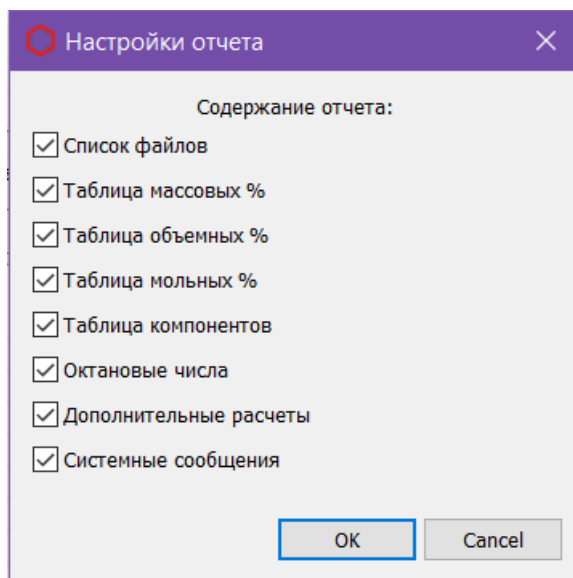

Рис. 7. Окно «Настройки отчёта»
1. В основном окне нажмите **Настройки отчёта**. Откроется окно *Настройки отчёта* (Рис. 7).